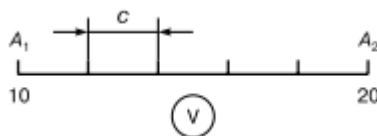

Рисунок 2. Определение цены деления шкалы
*Цена деления шкалы С* (постоянная прибора) указывает число единиц измеряемой величины, приходящееся на одно деление шкалы (рисунок 2, формула 1):